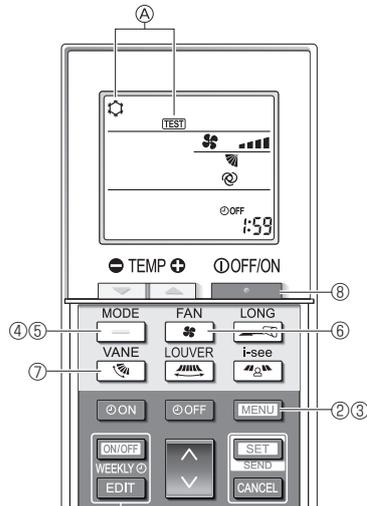

Fig. 7-9
- ① Active la unidad al menos 12 horas antes de realizar una prueba de funcionamiento.
- ② Pulse el botón **MENU** durante 5 segundos. (Fig. 7-9)
- ③ Pulse el botón **MENU**.
En pantalla se visualiza ④ [TEST] (PRUEBA) y el modo actual de funcionamiento. (Fig. 7-9)
- ④ Pulse el botón **—** para activar el modo de refrigeración, y compruebe si sale aire frío de la unidad.
- ⑤ Pulse el botón **—** para activar el modo de calefacción, y compruebe si sale aire caliente de la unidad.
- ⑥ Pulse el botón **—** y compruebe si cambia la velocidad del ventilador.
- ⑦ Pulse el botón **—** y compruebe que el sistema automático de desviación del aire funciona correctamente.
- ⑧ Pulse el botón **—** para detener la prueba de funcionamiento.